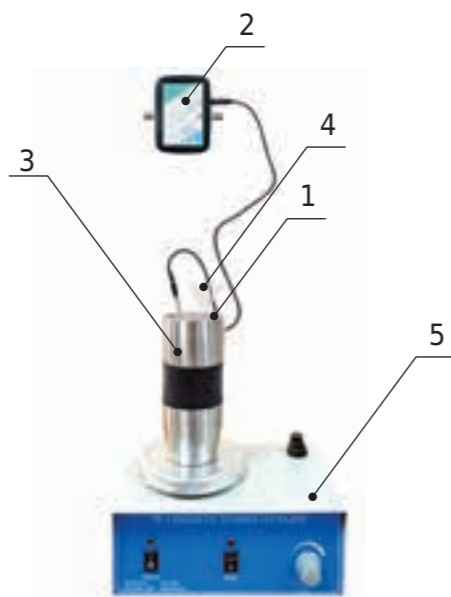

Рисунок 1.
5. Собрать установку (см. рисунок 1).